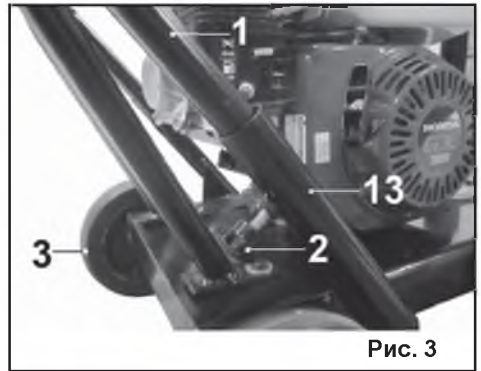

Рис. 3
6.1. Установка рукоятки (Рис.3).
6.1.2. Установите нижние концы рукоятки (1) в направляющие (13), как показано на Рис.3.